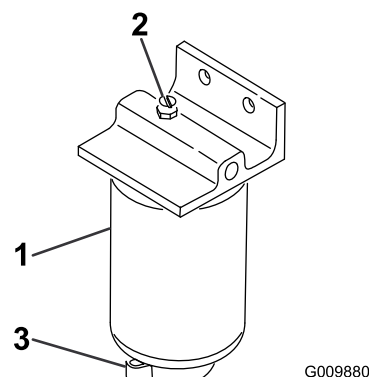

図 63
2. フィルタ容器（図 63）下部のドレンプラグをゆるめて水や異物を流し出す。
1. フィルタ容器（図 63）の周辺をウェスできれいにぬぐう。